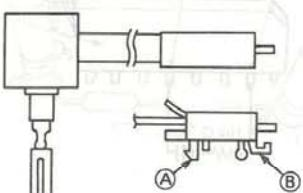

Fig. 4 Abb. 4
1. Installation of the Remote Control Switch (Fig. 4, 5)
1. Einbau der Fernbedienungsschalter (Abb. 4, 5)